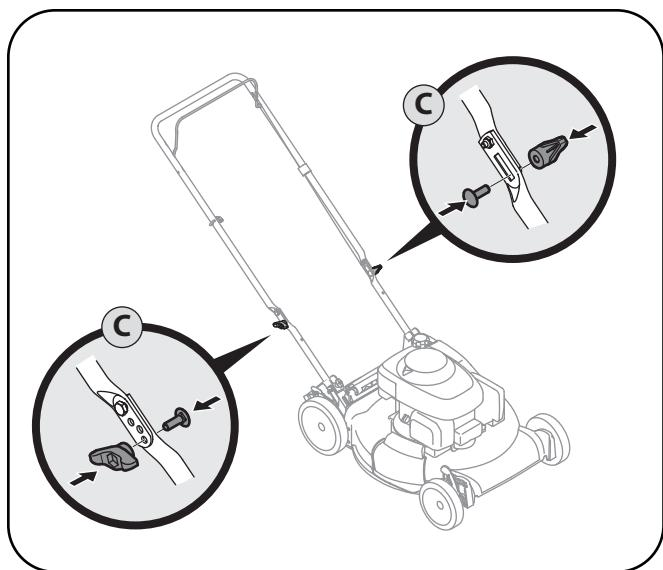

Figure 3-5
- Remettez les écrous à oreilles et les boulons ordinaires dans les trous inférieurs du guidon, comme à la Fig. 3-5.